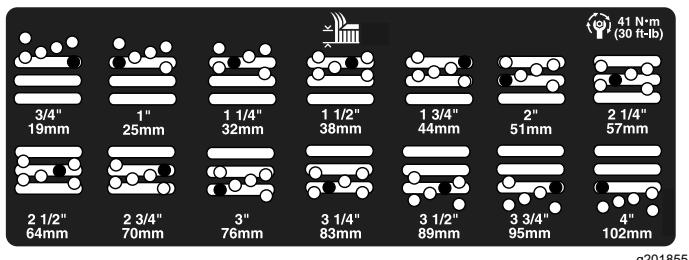

Figura 22
5. Mova a câmara para a altura de corte desejada e instale o espaçador no orifício e ranhura da altura de corte designada (**Figura 22**).